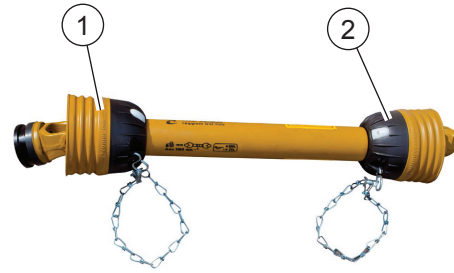

FIG. 21
- Schutzvorrichtungen an der Gelenkwelle der Traktorseite (1, „Fig. 21“) und Maschinenseite (2), einschließlich den Halterungsketten.